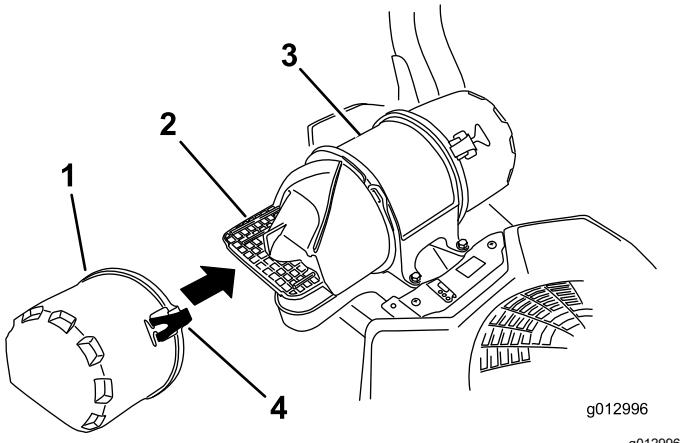

Figure 56
3. Abra los cierres del limpiador de aire y tire de la tapa de la entrada de aire para separarla del cuerpo del limpiador de aire (Figure 56).
5. Instale la tapa de la entrada de aire y sujetela con los enganches (Figure 56).